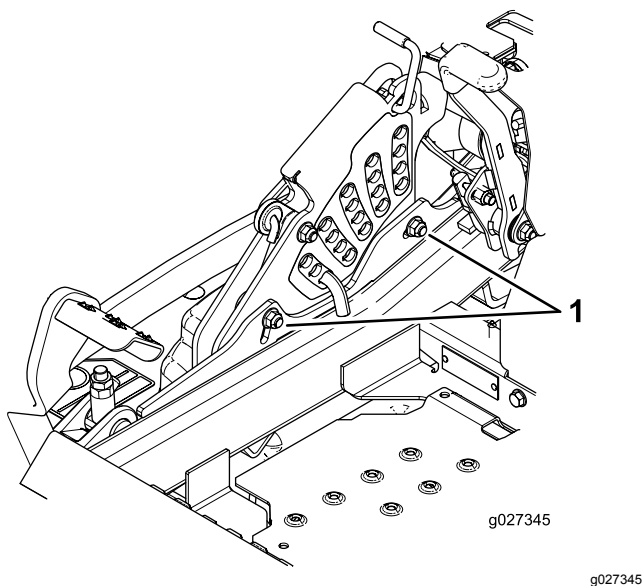

Figura 94
10. Para ajustar el sistema de ajuste de un solo punto, afloje los 2 pernos situados cerca del borde inferior de la pletina de altura de corte (Figura 94).
12. Apriete los 2 pernos en el borde inferior de la pletina de altura de corte (Figura 94).